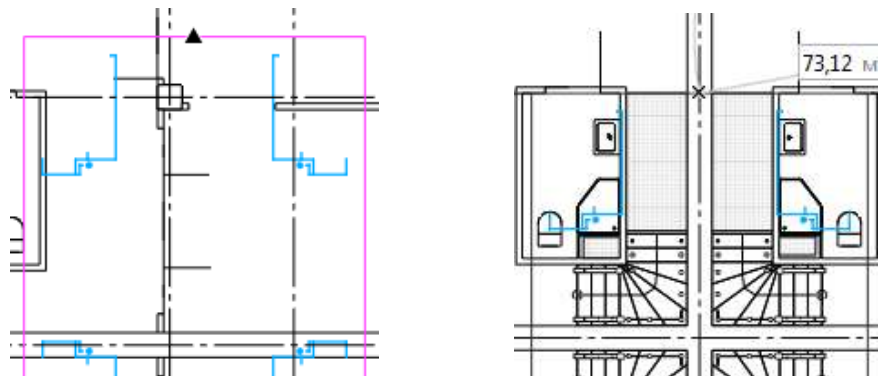

Рисунок 12.1 – Перемещение сети
14. Переместите указатель мыши на верхнюю границу рамки выделения чтобы отобразить точку привязки. Щёлкните левой кнопкой мыши и переместите вид на **ось 5**, рис. 12.1